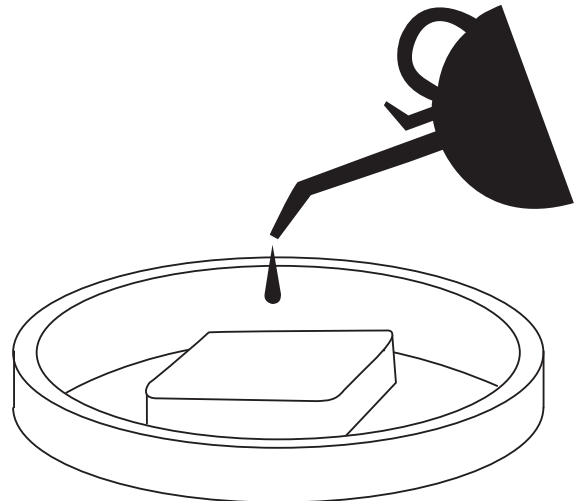

Figura 33
10. Una vez que los filtros de aire esté seco, cubra los filtros con aceite de motor limpio (vea la Figura 33).